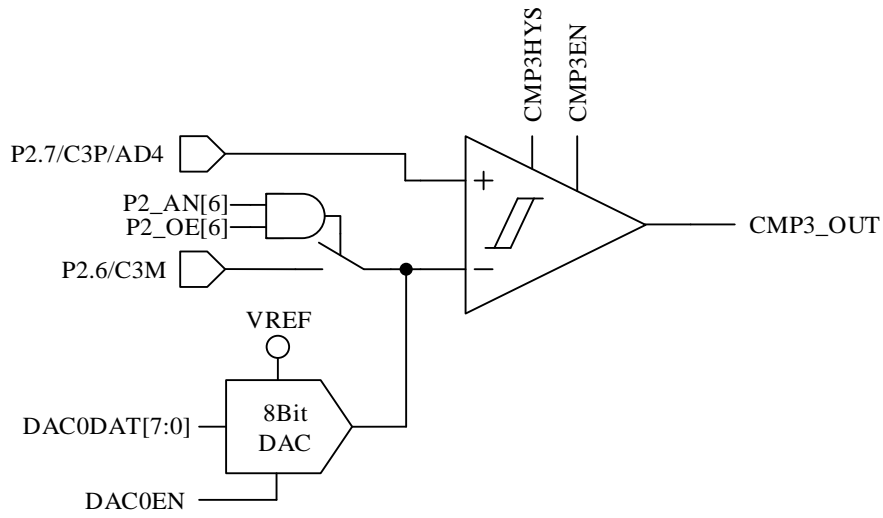

图 28-2 单比较器输入模式
- a) 配置 CMP\_CR1[CMP3MOD] = 00，CMP3 为单比较器输入模式，具体输入输出端口及接法如图 28-2 所示